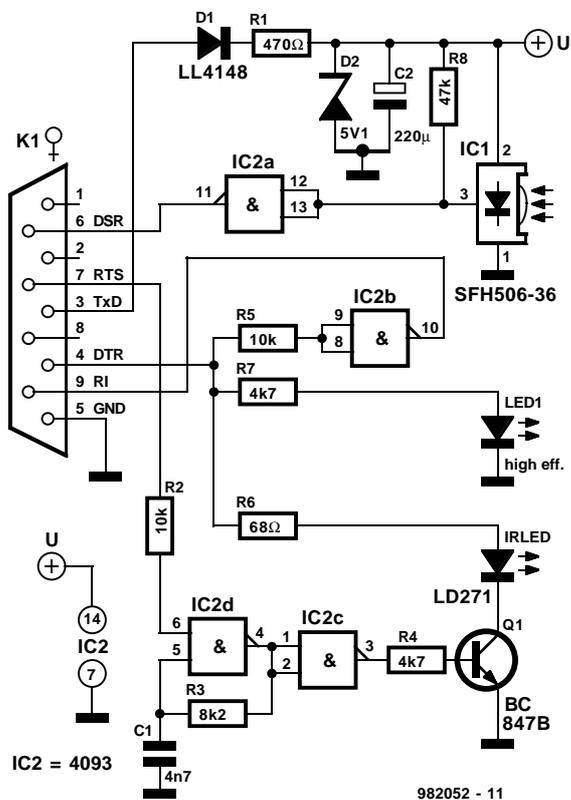

Bild 3. Schaltung des IR-Sende/Empfängers zum Anschluß an die serielle Schnittstelle.
**Bild 3** zeigt die Schaltung des IR-Interface. Als IR-Empfänger/Dekoder wird das gleiche IC wie zuvor eingesetzt. Die Sendeseite, mit der verschiedenste infrarote Signalströme (via TestFreq.COM) generiert werden können, besteht im wesentlichen aus Impulsformung und IR-LED. Besonders einfach wird die Anwendung dadurch, daß die Schaltung kein eigenes Netz-